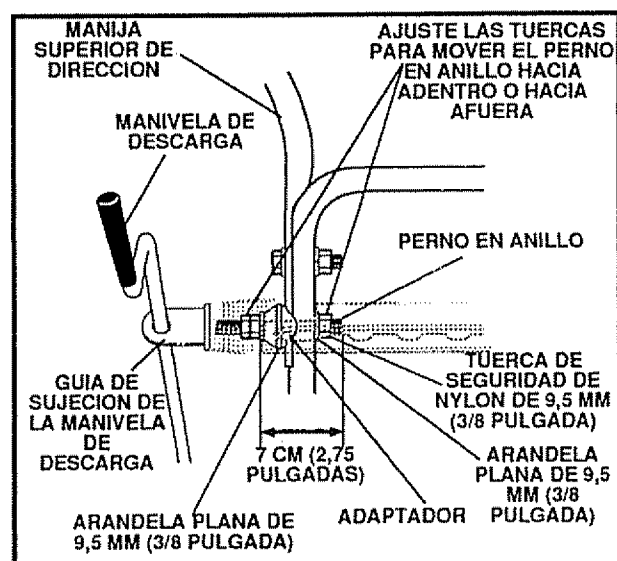

FIG. 4B
- Remueva la tuerca de seguridad de nylon de 3 mm (3/8 pulgada) del grupo del perno en anillo (en el conjunto del cigüeñal ya desmontado). Verifique que las contratuercas de 3 mm (3/8 pulgada) estén ajustadas. Las contratuercas deben estar a 7 cm (2,75 pulgadas) del extremo del perno en anillo (vea la Fig. 4B).
- Instale el perno en anillo a través del orificio inferior al lado izquierdo de la manija y de la base guía de los cambios (vea la Fig. 4B).
- Coloque sin ajustar, la arandela plana y la tuerca de seguridad de nylon, ambas de 3 mm (3/8 pulgada), en el perno en anillo como muestra la Fig. 4B.